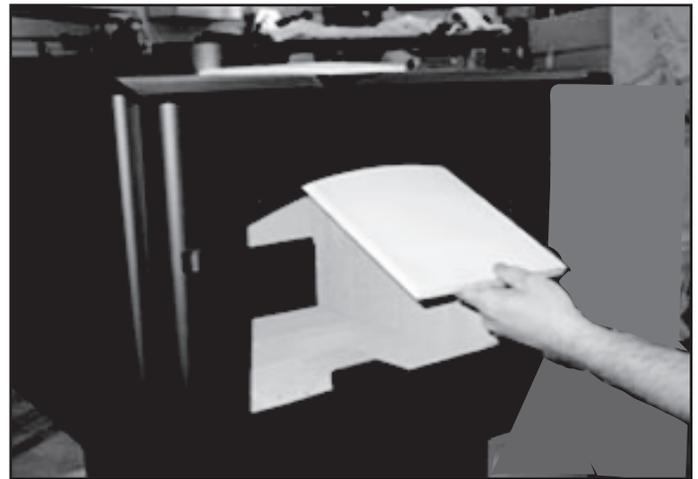

Figure 25.2
3. La plaque-défecteur est en 2 morceaux. Quand la laine céramique isolante est en place, glissez une des parties du déflecteur par-dessus l'autre et sortez-la par l'ouverture de la porte, puis enlevez l'autre partie (**Figure 25.2**).